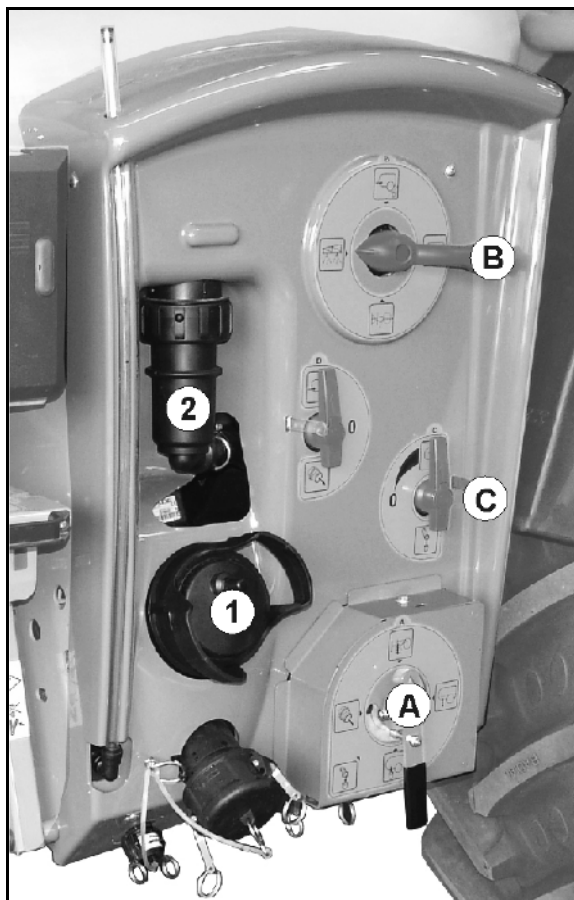
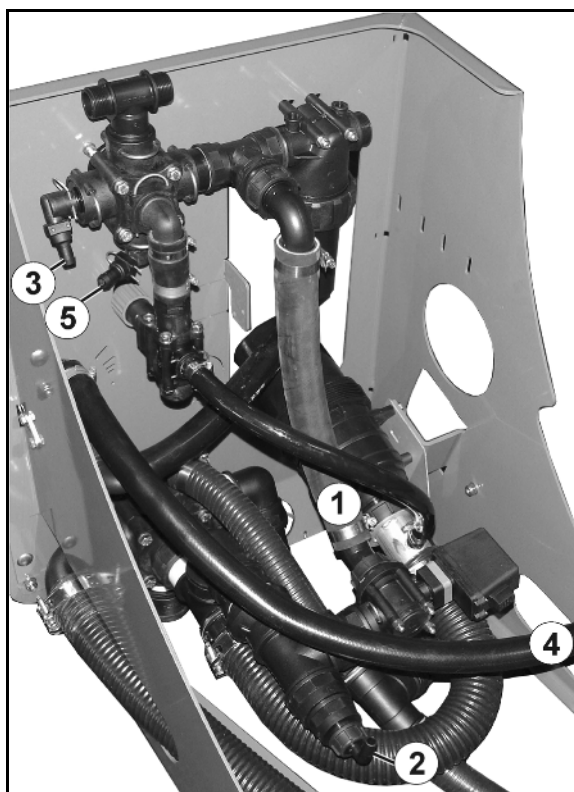

Fig. 154
Fig. 155
2. Smontare e pulire il filtro di aspirazione (Fig. 154/1). Consultare al riguardo a pagina 189.
- 5.1 Svuotare il filtro a pressione (Fig. 154/2) tramite il rubinetto **C**.
- 5.2 Svitare il tubo dell'agitatore (Fig. 155/4) (in uscita dal rubinetto **C**) dal serbatoio del prodotto.
6. Svitare il tubo di entrata (Fig. 155/1) dalla valvola di regolazione. Il tubo di entrata collega il lato di aspirazione del rubinetto di commutazione VARIO (Fig. 154/**B**) alla valvola di aspirazione.
7. Svitare il tubo di ritorno (Fig. 155/2) della valvola di larghezza parziale dal lato aspirazione del rubinetto di aspirazione VARIO (Fig. 154/**A**).
9. Rimuovere il tubo di pulizia interna (Fig. 155/3) dal lato mandata del rubinetto di commutazione VARIO (Fig. 154/**B**).
11. Rimuovere il tubo di pulizia esterno, anche in mancanza della pulizia esterna (Fig. 155/5).
15. Cambiare più volte tutte le posizioni del lato aspirazione del rubinetto di commutazione VARIO (Fig. 154/**A**) e del lato mandata del rubinetto di commutazione VARIO (Fig. 154/**B**).